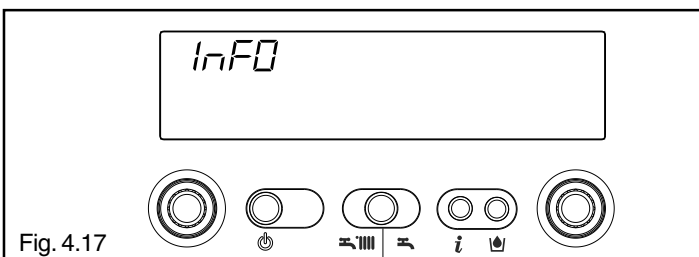

Fig. 4.17
Premendo il tasto  il display si spegne e appare solo la scritta InFO (fig. 4.17)
**Info 0** visualizza la scritta InFO (fig. 4.17)